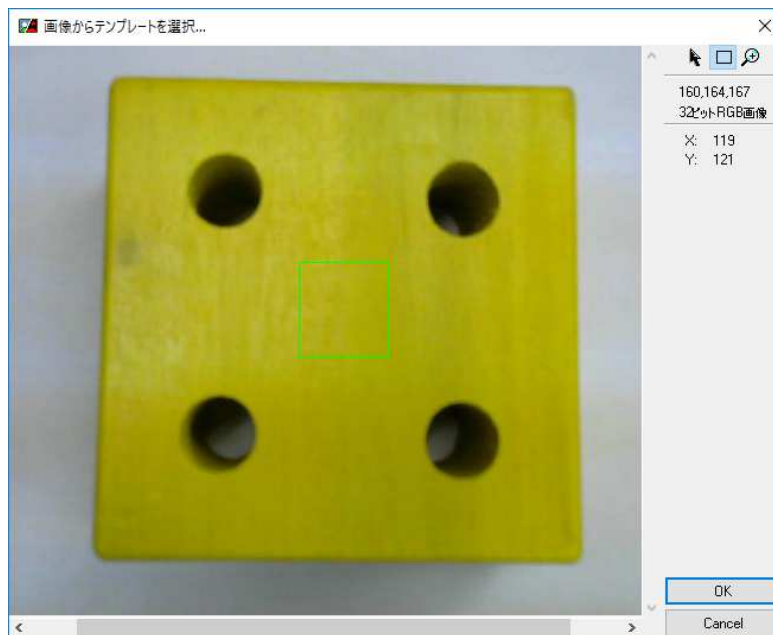

図 8 カラー識別のテンプレート作成画面
(3) ここでは指定した色の識別を行う。画面左下の処理関数: カラーの「カラーの位置」を選択し、テンプレートタブの「テンプレートを作成」をクリックすると、図8のような画面が表示される。ブロックの黄色の部分のマウスの左クリックで囲みながら選択した後、OKボタンをクリックすると、テンプレート名を入力する画面が表示されるので、Cドライブ内「sample\_labview」フォルダに任意の名前で保存する。前述の通り、このときにファイル名を日本語で保存すると、後にエラーが発生する可能性があるので注意すること。